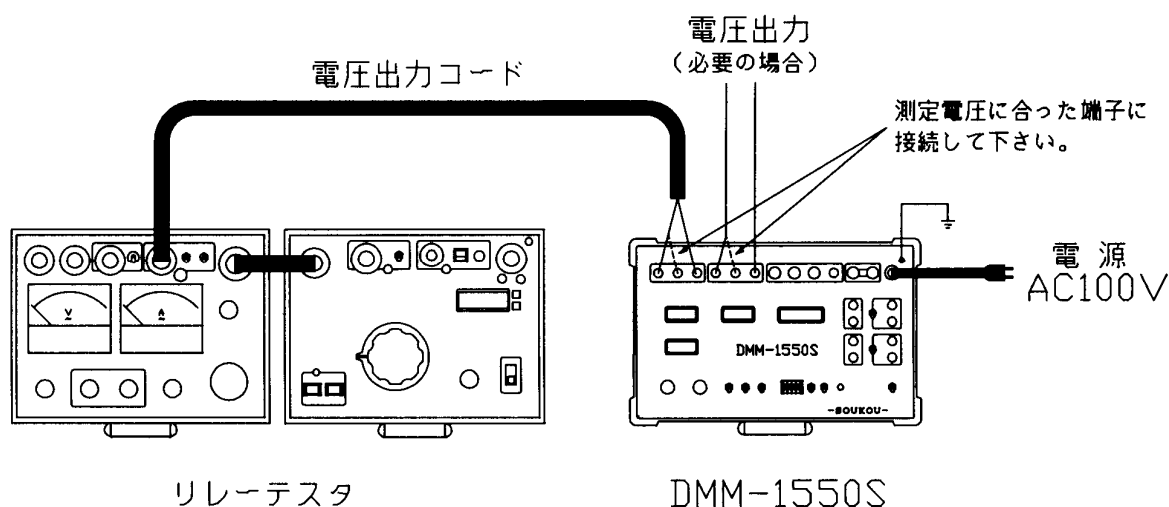

図1：電圧の測定
2. 電圧入力端子に測定する電圧コードを接続して下さい。（図1参照）
*電流容量Max 10A (図1参照)